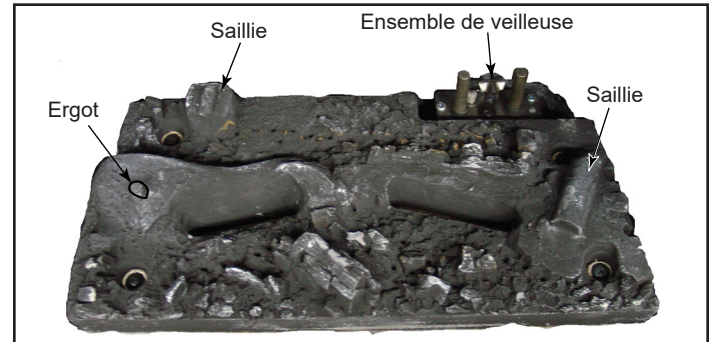

Figure 3.26 – Bûche arrière
2. Installez la bûche arrière en faisant correspondre l'encoche située au bas de la bûche et la saillie à l'arrière gauche du lit de braises (figure 3.26). Assurez-vous que la découpe dans le côté droit de la bûche est posée autour de l'assemblage de la veilleuse et que la veilleuse n'est pas obstruée (figure 3.27).